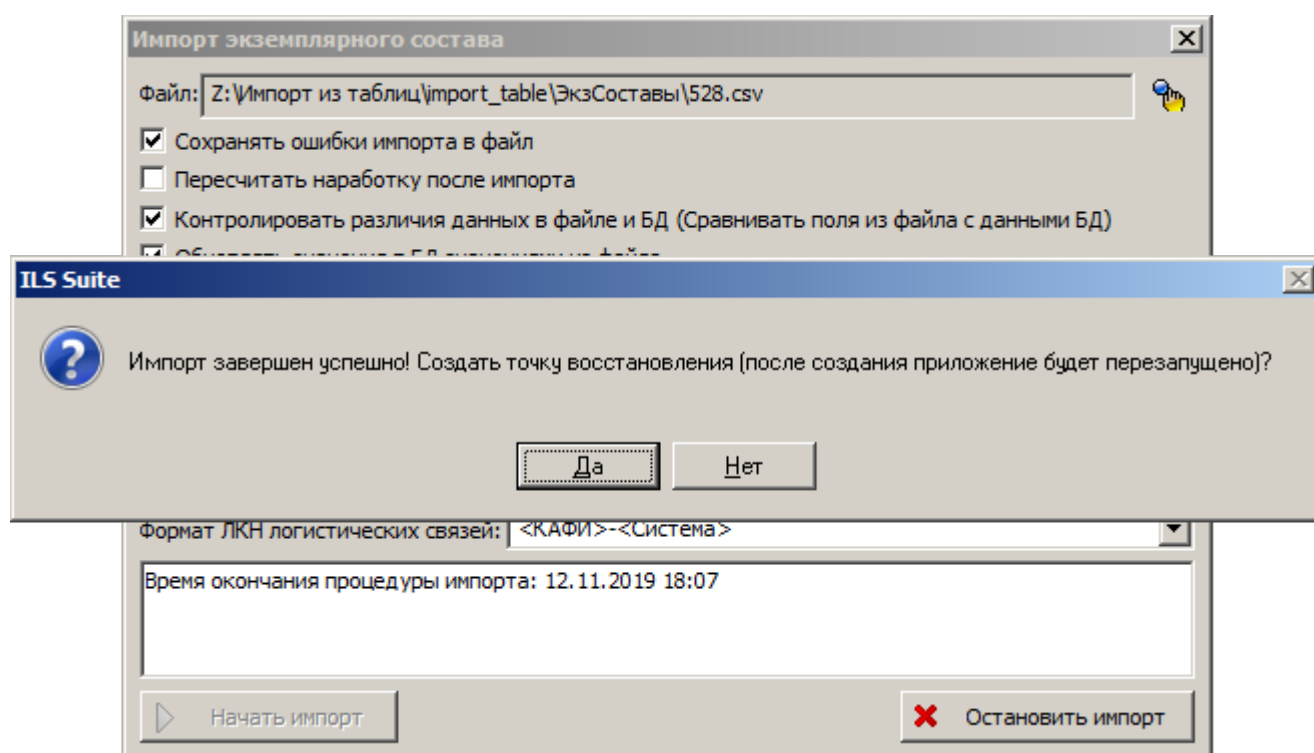

Рис. 30-36 – Информационное окно
9) После завершения импорта будет предложено создать точку восстановления БД, завершив текущую сессию (рис. 30-36).